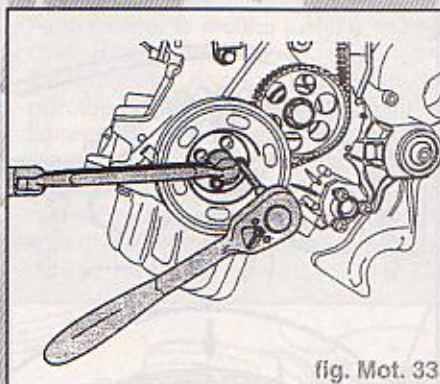

fig. Mot. 33
- Déposer l'amortisseur de vibrations/poulie (fig. Mot. 33).